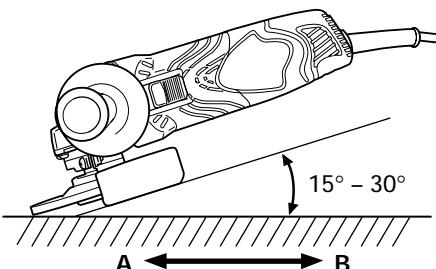

Fig. 4
- Utilice el ángulo de amoladura apropiado. Realice la operación de amoladura con el borde de la rueda levantando la amoladora de 15 a 30°, como se muestra en la Fig. 4.
- Mueva la amoladora en el sentido apropiado. Cuando utilice una rueda de disco abombado nueva en el sentido A (Fig. 4), el borde de la rueda puede cortar la pieza de trabajo. En este caso, realice la operación de amoladura en el sentido B (Fig. 4).